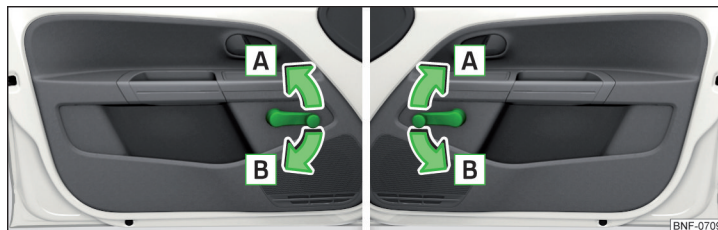

Рис. 33 Управління вікнами: лівий/правий
- Для відкриття, повернути кривошип в напрямку стрілки **A** » Рис. 33,